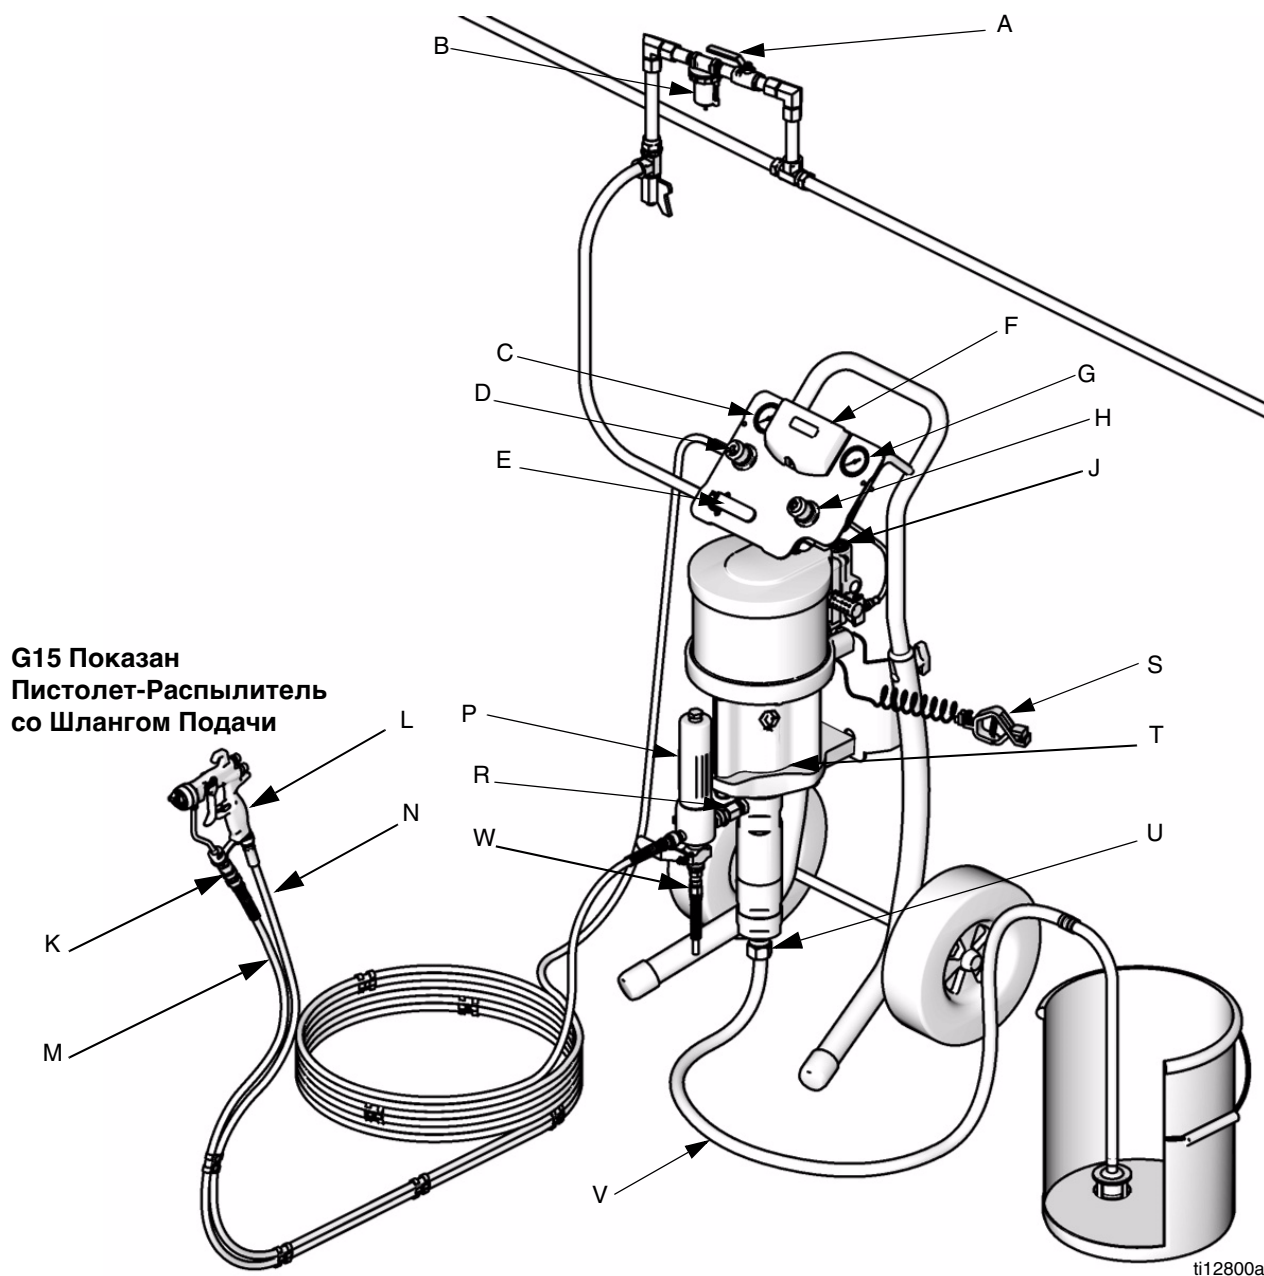

Рис. 1. Типовая Установка Оборудования
На Рис. 1 приведены рекомендации для выбора и установки компонентов системы и принадлежностей. Свяжитесь с дистрибьютором Graco для помощи в проектировании системы, соответствующей Вашим специфическим потребностям.
Смотрите Рис. 1. Компоненты изменяются в зависимости от заказанного комплекта, но могут включать:
Установите следующие принадлежности в порядке, указанном на Рис. 1, при необходимости используя переходники.
1. Смотрите Рис. 1. Прикрепите конец синего жидкостного шланга (M), чтобы накачать на выход (R) или фильтровой выход (P).
2. Прикрепите один конец воздушного шланга (N) к регулятору подачи воздуха пистолета (D).
3. Второй конец красного шланга подачи воздуха (N) необходимо подключить к входу воздуха в основании пистолета (L).
4. Подключите поворотную трубку пистолета (K) к входу подачи жидкости.
5. Прикрепите другой конец синего жидкостного шланга (M) к пистолету вертлюг (K).
2. Смотрите Рис. 1. Закройте главный воздушный кран стравливающего типа (D).
1. Смотрите Рис. 1. Поставьте спуск на предохранитель. Снимите ограждение сопла и распылительное сопло с пистолета (L). Обратитесь к руководству пистолета-распылителя.
2. При помощи ручки (D) закройте регулятор подачи воздуха на пистолет (H), поворачивая ее против часовой стрелки, что приведет к снижению давления до нуля. Закройте воздушные клапаны стравливающего типа (E). Также проверьте, что все дренажные клапаны закрыты.
3. Подключите линию подачи воздуха к воздушному клапану стравливающего типа (D).
6. Плотно прижмите металлическую часть распылителя (L) к боковой поверхности заземленной металлической емкости, держа нажатым пусковой механизм.
8. Откройте воздушные клапаны стравливающего типа (E). Медленно поверните по часовой регулятор подачи воздуха (H) насоса, увеличивая давление до запуска насоса.